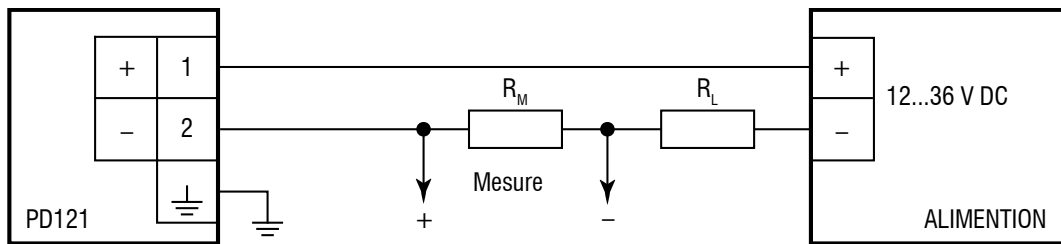

Fig. 4.1 Schéma de branchement
L'émetteur doit être connecté conformément au schéma de câblage (Fig. 4.1), en tenant compte des exigences de résistance à la charge.
***N'appuyez pas sur le porte-contact (5) pour le faire sortir par l'ouverture de la vis ou le presse-étoupe (4). Le joint du boîtier peut être endommagé.***
- Dévissez le presse-étoupe (4) et retirez le joint de câble (3).
- Insérez le câble dans le boîtier (2) à travers le presse-étoupe (4) et la bague d'étanchéité (3).
- Raccordez les extrémités dénudées des câbles aux bornes à vis du porte-bornes (5) conformément au schéma de câblage (Fig. 4.1) et serrez les bornes à vis.
- Insérez le support de contact (5) dans le boîtier (2) et enclenchez le joint plat (6).
- Lors de l'insertion du presse-étoupe (4), assurez-vous que le presse-étoupe et le joint (3) sont correctement placés et que le joint n'est pas endommagé.